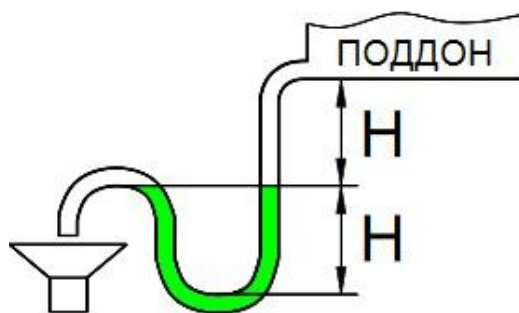

Рисунок 3 - Рекомендуемые размеры сифона
**Внимание!** Сифон перед каждым пуском системы должен быть обязательно заполнен водой согласно Рис. 3.